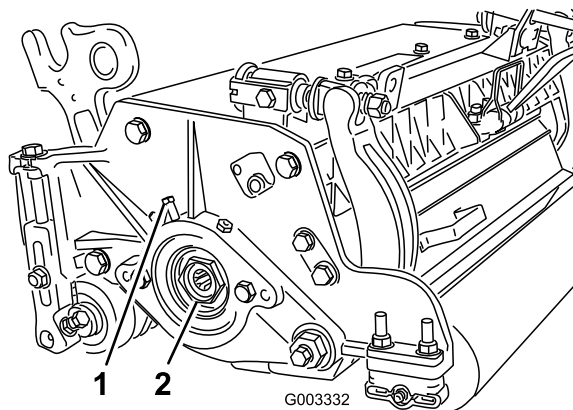

Figura 29
- A. Desaperte o parafuso do conjunto externo segurando porca de ajuste do rolamento localizado no lado esquerdo da unidade de corte (Figura 29).